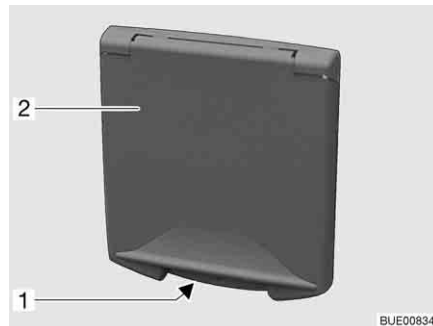

Fig. 47 Verrou de pression portillon de service
- Insérer la clé dans le barillet du verrou de pression verrouillable (Fig. 47,1) et la faire tourner d'un quart de tour. Le verrou de pression est déverrouillé.
- Insérer la clé dans le barillet du verrou de pression verrouillable (Fig. 47,1) et la faire tourner d'un quart de tour. Le verrou de pression est verrouillé.